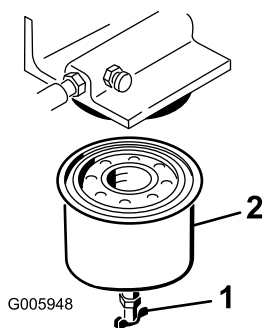

Figura 33
5. Aprite la valvola di spurgo (Figura 33) e lasciate spurgare il carburante dal filtro carburante in un recipiente adatto, e smaltitelo nel rispetto dell'ambiente.
6. Togliete il filtro carburante con una chiave per filtri (Figura 33).